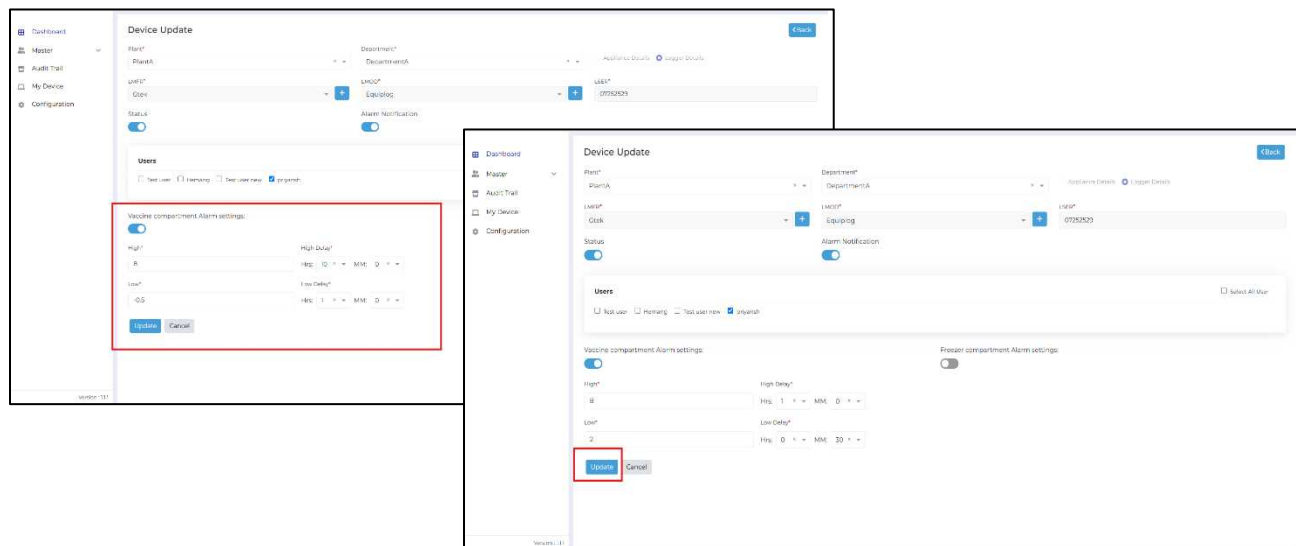

Figure 63 Réglage du seuil d'alarme pour le périphérique sélectionné
- Dans l'option d'édition de l'appareil, l'utilisateur peut ajuster/mettre à jour les paramètres de réglage de l'alarme pour le point de réglage de l'alarme haute et basse et son délai d'alarme pour le compartiment vaccin et/ou congélateur, comme indiqué dans la figure 63.